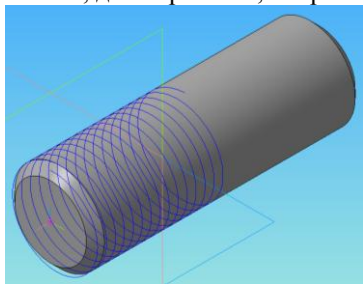

Рис. 4 – Побудова ескізу-траєкторії для нарізання різьби
3. Виділити торець деталі, натиснути кнопку *Спираль цилиндрическая* на панелі *Пространственные кривые* і ввести параметри: число витків 15; крок 2мм; діаметр 20 мм; напрямком зворотній (Рис.4).